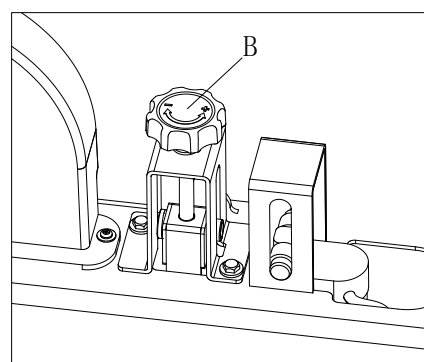

Figure 21
5. Tournez le dispositif de réglage de la brosse principale (B, figure 21) du côté droit de la machine de la manière suivante :